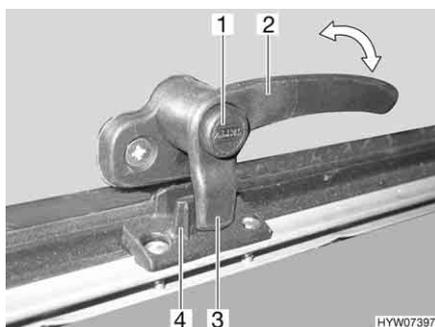
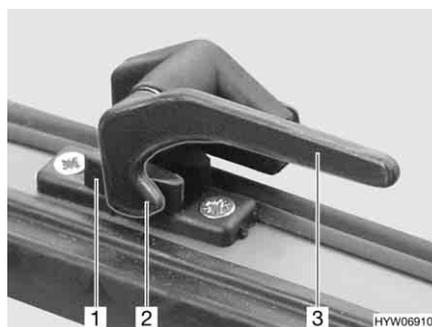

Fig. 74 Palanca de bloqueo con botón de seguridad en la posición de "cerrado"
Fig. 75 Palanca de bloqueo en la posición de "cerrado"
- Si existe, pulsar el botón de seguridad (Fig. 74,1) y mantenerlo pulsado.
- Girar la palanca de bloqueo (Fig. 74,2 ó Fig. 75,3) un cuarto de vuelta hacia la mitad de la ventana.
- Girar la palanca de bloqueo (Fig. 74,2 ó Fig. 75,3) un cuarto de vuelta hacia el marco de la ventana. El saliente de bloqueo (Fig. 74,3 ó Fig. 75,2) de la palanca de bloqueo se encuentra en la cara interior del bloqueo de la ventana (Fig. 74,4 ó Fig. 75,1).
- En la posición "cerrada fijamente" (Fig. 74 y Fig. 75)